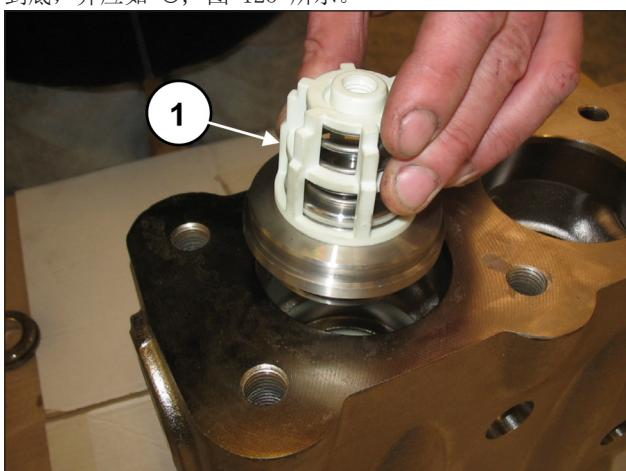
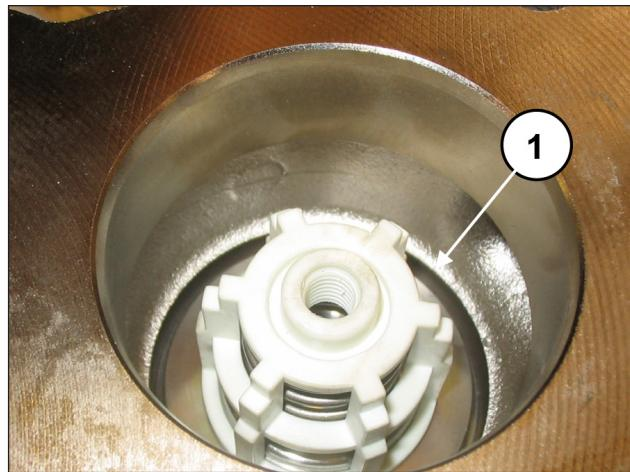

图 124
图 125
插入排出阀组（位置①，图 124）。整个阀组必须完全插入到底，并应如 ①，图 125 所示。